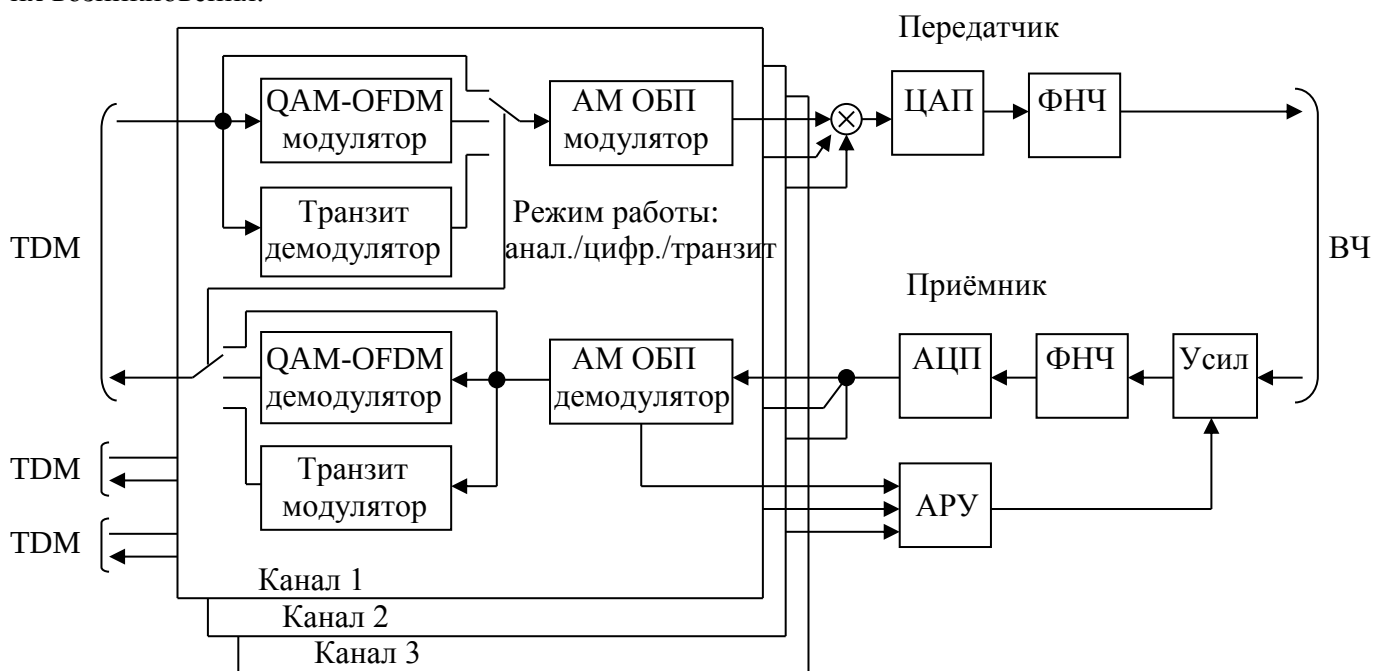

Рис. 6. Структурная схема обработки сигналов ВЧ каналов платы МД02.
- обработка сигналов трёх ВЧ каналов (рис.6);